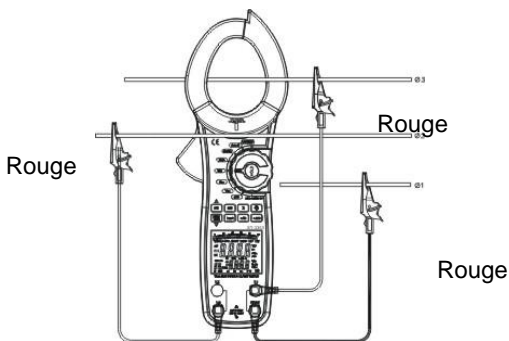

Figure 15
● En mesure 3 phases, 3 fils, pressez **SEL** pendant 5 secondes; l'appareil indique **3Ø3W**. Réappuyez sur **SEL** pendant 5 secondes pour quitter la mesure 3 phases, 3 fils et connectez l'appareil comme sur la figure 15.
- Sur la figure 15 $\Sigma W = W2 + W3$.